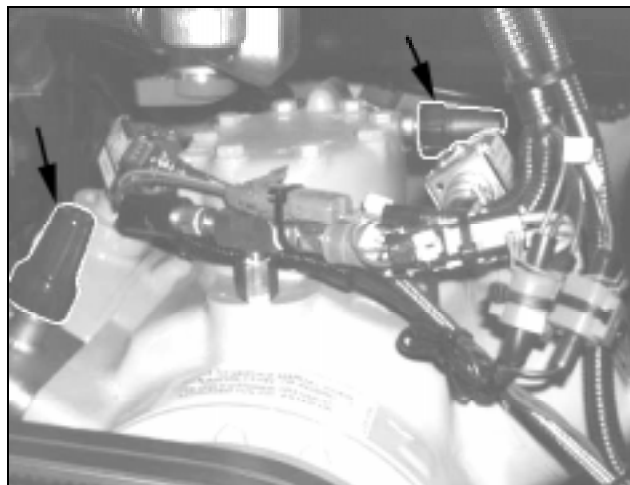
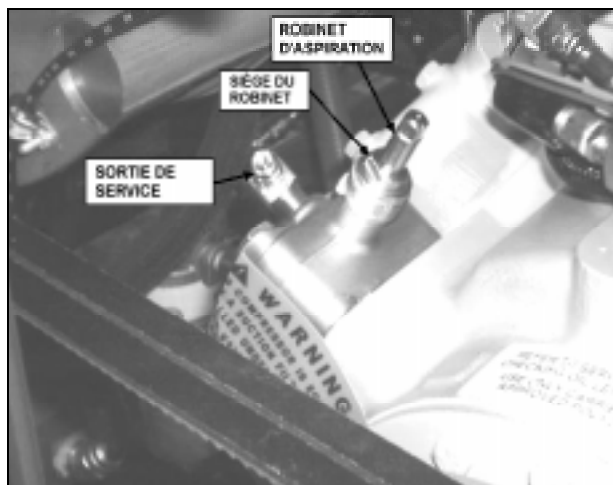
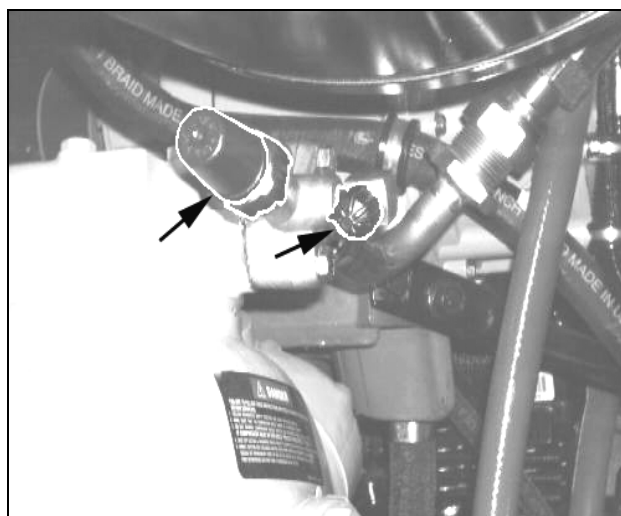

FIGURE 1: ROBINETS DE SERVICE (VUE DE L'ARRIÈRE).
FIGURE 2: ROBINET D'ASPIRATION (CAPUCHONS ENLEVÉS).
FIGURE 3: ROBINET DE DÉCHARGE (ACCÈS DU CÔTÉ DROIT).
2. Dévisser les capuchons qui recouvrent les deux (2) robinets de service et les deux (2) sorties de service du compresseur A/C. (Fig 1) (Fig 2) (Fig 3)
6. Visser le robinet d'aspiration (Fig. 2) au maximum et attendre le débrayage magnétique de la poulie d'entraînement du compresseur qui devrait se faire en quelques secondes.
18. Vérifier si les sièges des deux robinets sont bien serrés (Fig. 2) et dévisser le robinet d'aspiration au maximum. Dévisser ensuite le robinet de décharge au maximum. Débrancher les manomètres et remettre tous les quatre (4) capuchons de protection noirs sur les deux (2) sorties de service et les deux (2) robinets.